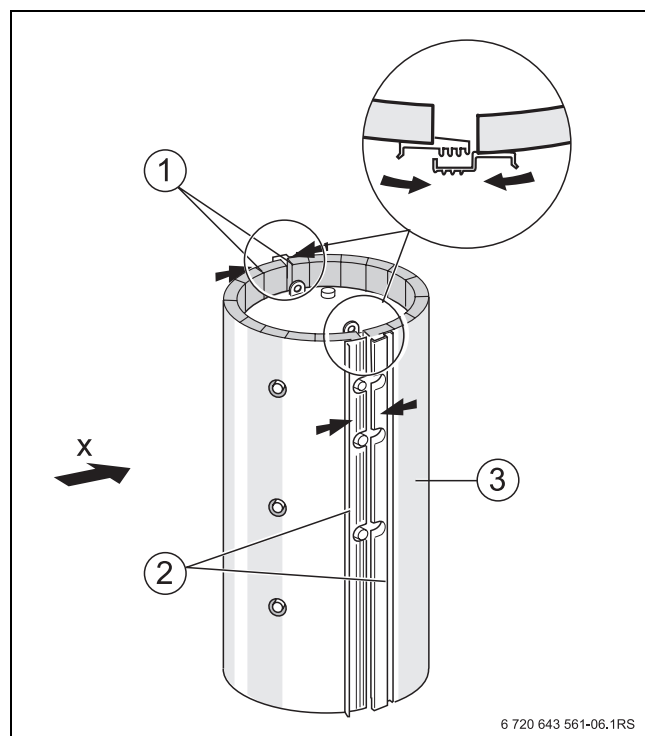

Bild 6 Wärmeschutz montieren
- ▶ Für ein vollständiges Ineinandergreifen der beiden verzahnten Schienen sorgen (→ Bild 6, Lupe).